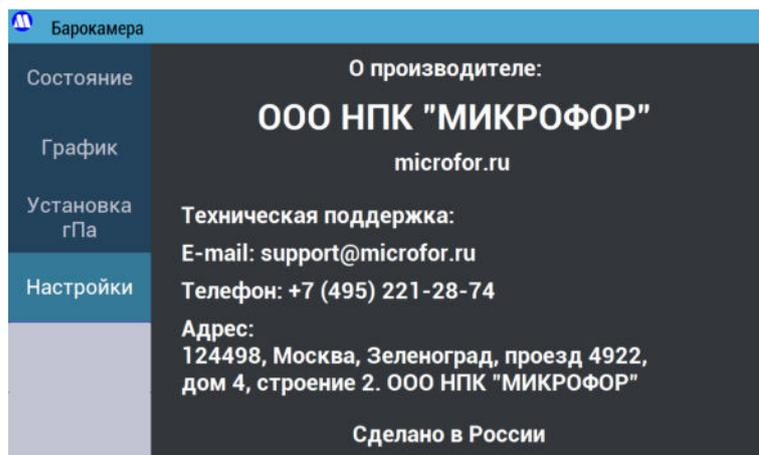

Рисунок 21 – Экран «О производителе».
7.3.12.7. Кнопка «**О производителе**» выводит экран (Рисунок 21) с контактными данными производителя установки.